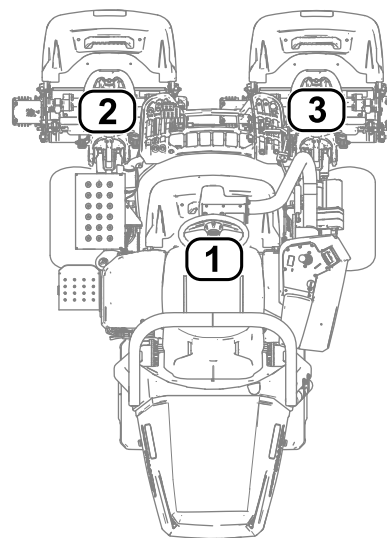

図 25
- 1は中央カッティングユニット 図 25
- 2は左前カッティングユニット 図 25
- 3は右前カッティングユニット 図 25